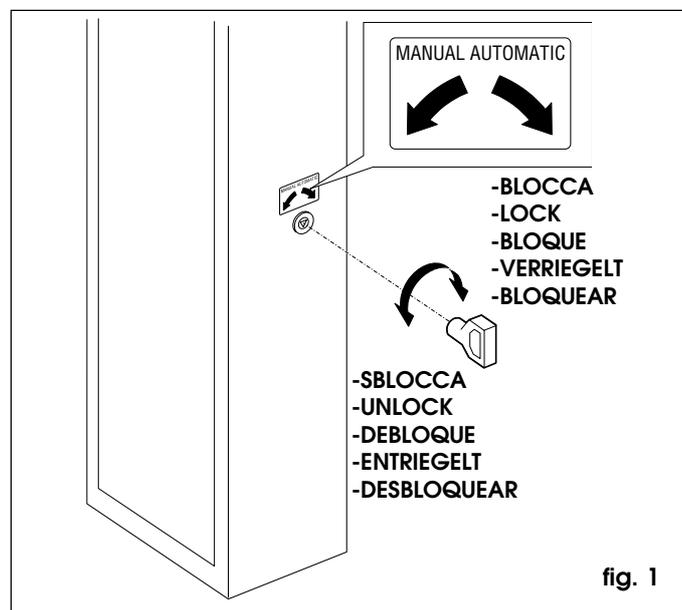

fig. 1
- Inserire la chiave triangolare (Fig. 1) nella serratura e ruotarla in **senso antiorario** di 1 giro.